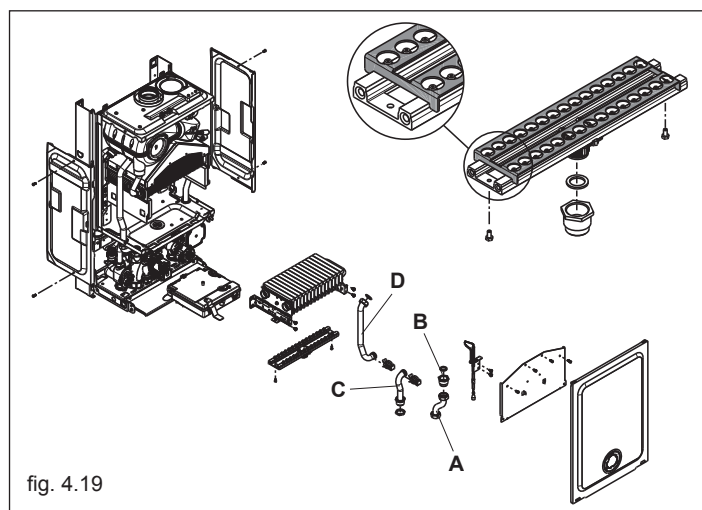

fig. 4.19
- Rimuovere la rampa gas (A) con apposita chiave, svitando completamente i due dadi (fig.4.19).
- Con apposita chiave svitare completamente la prolunga collettore (B) avvitata sullo stesso, facendo attenzione alla presenza della guarnizione di tenuta posta al suo interno (fig.4.19).
- Rimuovere la rampa (C), togliendo la molletta di fissaggio dal raccordo bruciatore e svitando completamente il dado con relativo controdado della rampa circolatore (fig.4.19).
- Rimuovere la rampa (D), togliendo la molletta di fissaggio dal raccordo bruciatore e svitando completamente il dado del raccordo scambiatore (fig.4.19).